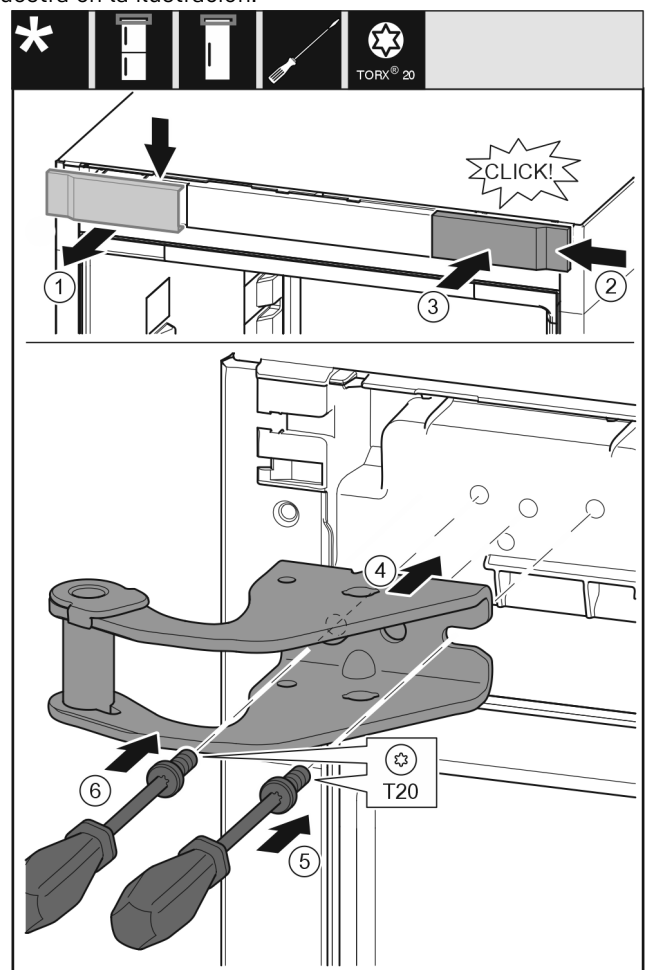

Fig. 31
- ▶ Retirar la cubierta desde arriba hacia delante. Fig. 31 (1)
- ▶ Enganchar por la derecha la cubierta girada 180° en el otro lado. Fig. 31 (2)
- ▶ Encajar la cubierta. Fig. 31 (3)
- ▶ Colocar el soporte de apoyo superior. Fig. 31 (4)
- ▶ Colocar y apretar el tornillo con el destornillador T20. Fig. 31 (5)
- ▶ Introducir y apretar el tornillo con el destornillador T20. Fig. 31 (6)